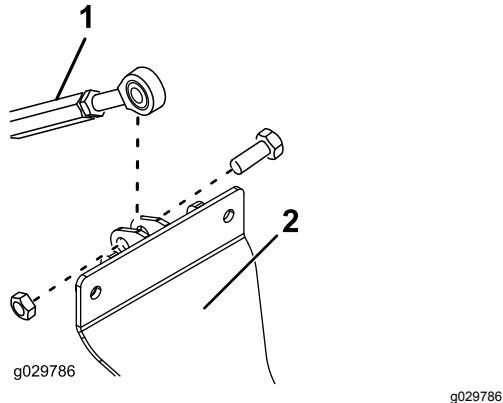

Figura 5
- Fissate l'estremità dell'asta dell'attacco filettato al gruppo di supporto del cilindro con un bullone ($\frac{1}{2}$ " x $1\frac{1}{2}$ ") e un dado di bloccaggio ($\frac{1}{2}$ ") come mostrato nella Figura 5.